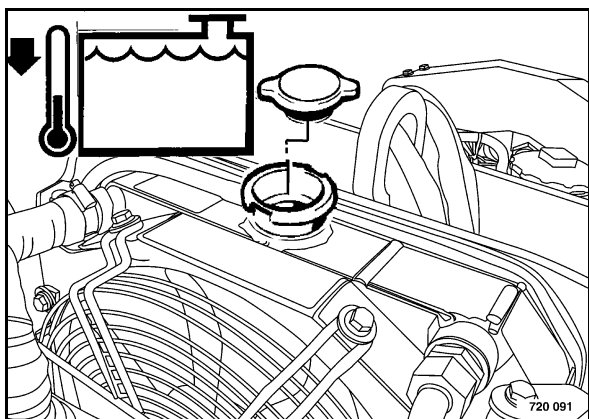

Рис. 127
- Снять крышку радиатора (Рис. 127).